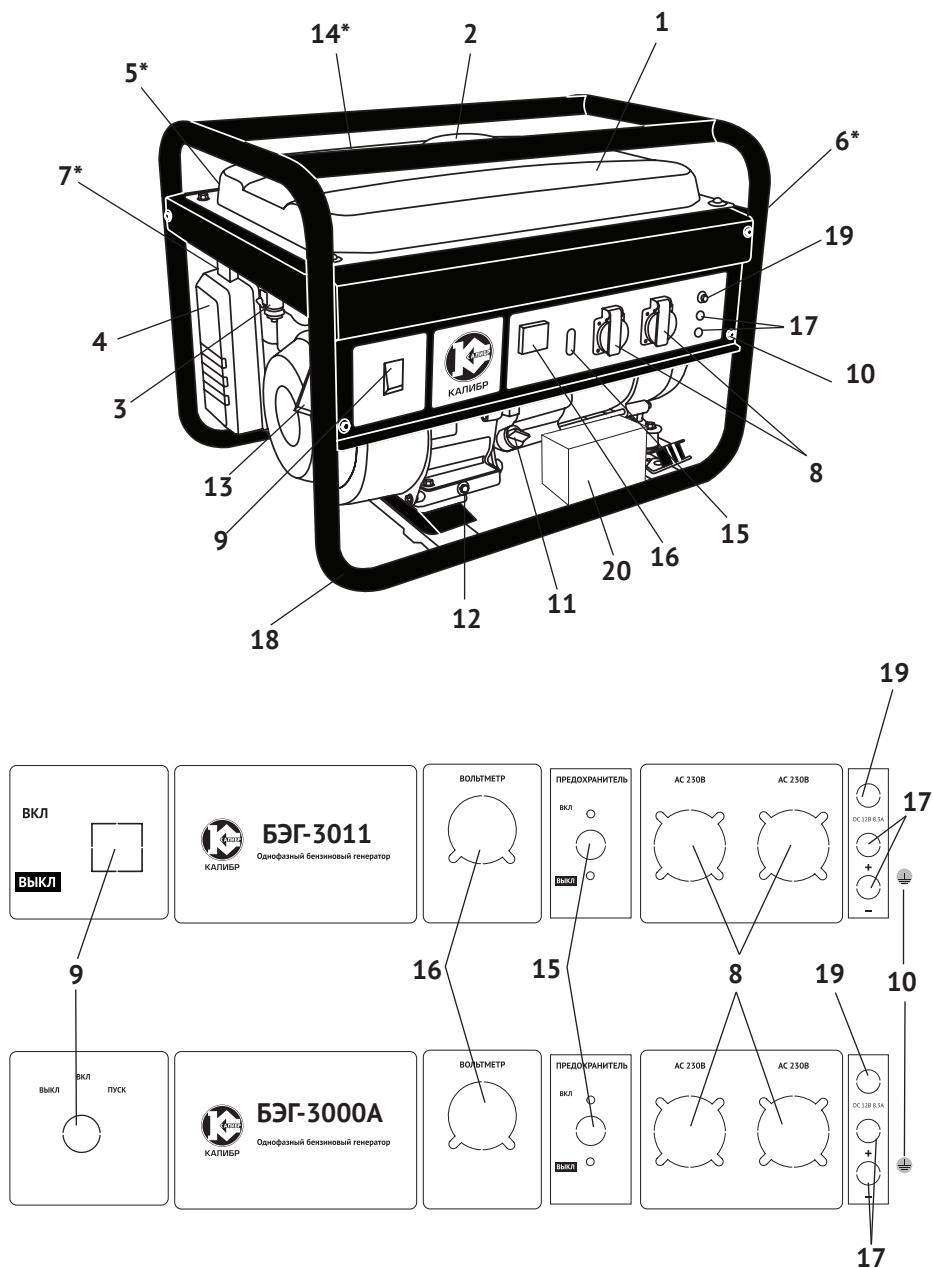

рис. 1
генератора. Передача осуществляется через коническое сопряжение ротора генератора и вала двигателя. При этом образуется самоцентрирующаяся трёхопорная схема соединения. С обмоток статора генератора напряжение подводится: через систему стабилизации на розетки переменного тока (рис.1 поз.8); через выпрямительный блок на розетку постоянного тока 12 В (рис.1 поз.17).
2.4 Общий вид бензогенератора и панели управления представлен на рис.1
3.4 Двигатель и генератор закреплены на трубчатой раме (рис.1 поз.18) через амортизаторы, что снижает вибрацию аппарата и уменьшает уровень шума при работе. Все элементы бензогенератора имеют удобный доступ для обслуживания и ремонта.
Электрическая сеть подключения потребителей относится к системе с изолированной нейтралью, предусматривающей защитное заземление открытых токопроводящих частей корпуса. В зависимости от местных условий (состав грунта, его влажность и т.п.) изменяется качество заземления. Во всех случаях защитное заземление должно иметь сопротивление не более 4-х Ом. Во время работы бензогенератора его клемма заземления (рис.1 поз.10) должна быть подсоединена к заземлителю. Практически это требование может быть реализовано следующими способами:
Выкрутите пробку-щуп из маслозаливной горловины (рис.1 поз.11) и залейте в картер масло необходимой марки до нижнего края горловины. Вставьте сухой чистый щуп в горловину картера и выньте его. Проверьте уровень масла: граница смоченной области щупа должна располагаться между отметками минимального и максимального уровней.
5.3.1 Отключить всех потребителей переменного и постоянного тока от генератора. Перевести автоматический выключатель (рис.1 поз.15) в положение «Выкл».
- перевести выключатель зажигания (рис.1 поз.9) в положение «Вкл»;
- открыть топливный кран (рис.1 поз.3);
- перевести рычаг управления воздушной заслонкой (рис.1 поз.7) в крайнее левое положение «закрыто» при пуске холодного двигателя (для прогретого двигателя рычаг устанавливается в промежуточном положении);
- медленно потяните рукоятку стартера (рис.1 поз.13) до появления сопротивления, затем резким движением вытяните его до конца, повторите действие ещё раз, если двигатель не завёлся;
После прогрева двигателя в течение 10-40 секунд (в зависимости от начальной температуры), перевести рычаг воздушной заслонки (рис.1 поз.7) в крайнее правое положение «открыто».
- перевести выключатель зажигания (рис.1 поз.9) в положение «Выкл.» (ключ замка зажигания модели БЭГ-3000А – в положение «Выкл.»);
- закрыть топливный кран (рис.1 поз.3).
- напряжения переменного тока измеряется вольтметром (рис.1 поз.16);
При перегрузке может сработать защита генератора. Проверьте суммарную мощность подключённого оборудования. Отключите лишнее. Включите автомат защиты (рис.1 поз.15), переведя выключатель вверх (положение «ВКЛ.»)